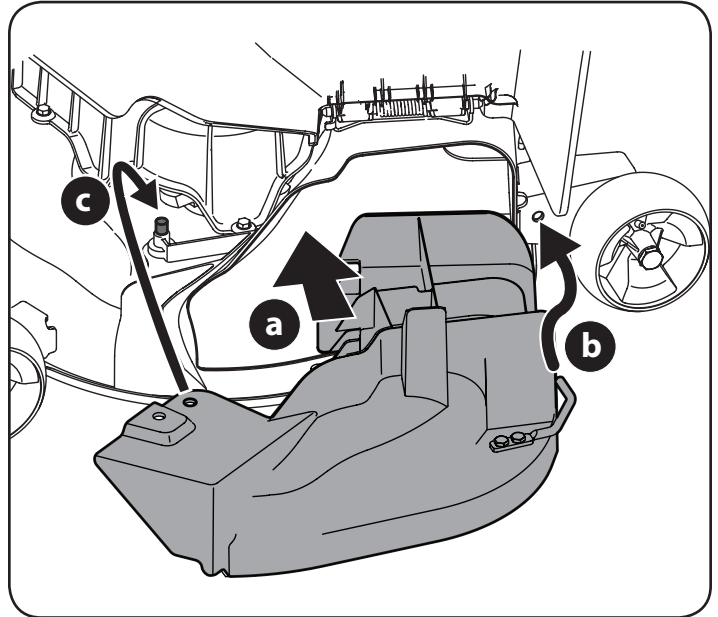

Figure 5
3. Pour installer le couvercle de déchiqueteuse, faites pivoter la goulotte d'évacuation vers le haut et consultez la Figure 5 :